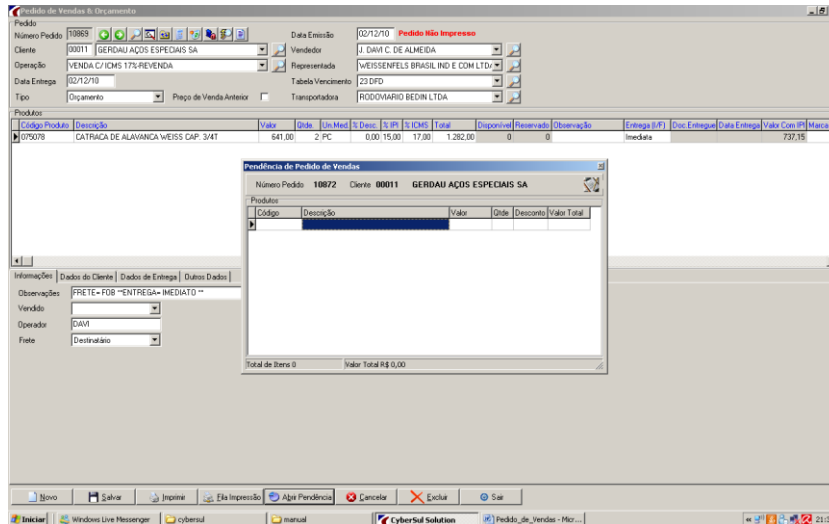

Figura 1
- Abrir Pendência: Esse botão abre um pedido em pendência, é utilizado quando não possui estoque. Quando clica no botão abrir pendência ele abre uma tela para ser inserido os itens pendentes, após digitar os itens o sistema inseri na base de dados um novo pedido de vendas com a operação pendência. Na figura 1 podemos visualizar a tela para inserir os itens do pedido de pendência.